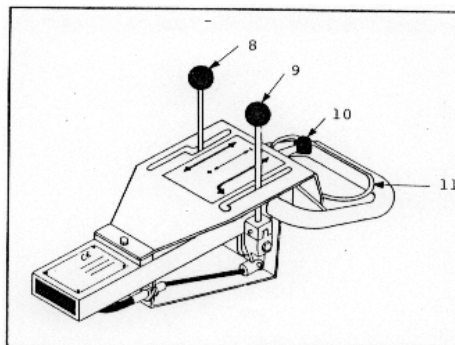

Fig. 3
PALANCA MARCHA ADELANTE / ATRAS (8) FIG. 3
PALANCA DE VIBRACION (9) FIG. 3
PALANCA DEL ACELERADOR (10) FIG. 3
PALANCA DE SEGURIDAD (11) FIG. 3
- Colocar la palanca de vibración (Fig. 3, nº 9) en la posición de bloqueo.
- Colocar la palanca del acelerador (Fig. 3, nº 10) al máximo y *esperar un lapso de tiempo para que el motor se caliente*. Colocar la palanca de marcha (Fig. 3, nº 8) en la posición deseada.
- El rodillo se pone en movimiento apretando al mismo tiempo la palanca de seguridad (Fig. 3, nº 11) hacia abajo y la palanca de marcha (Fig. 3, nº 8). El mecanismo incorporado de enganche, traba la palanca de marcha, con lo que ésta ya puede soltarse.
- Para cambiar al sentido opuesto, hay que soltar la palanca de seguridad (Fig.3, nº 11), poner la palanca de marcha (Fig. 3, nº 8) en la posición deseada y repetir la operación.
- En el momento de soltar la palanca de seguridad (Fig. 3, nº 11), la de marcha (Fig. 3, nº 8), se coloca inmediatamente en posición neutra de parada (*palanca de hombre muerto*).
Al soltar la palanca de vibración (Fig. 3, nº 9), de uno de los enganches, se acciona el vibrador, con el rodillo en movimiento o parado.
- Poner la palanca del vibrador (Fig. 3, nº 9) en la posición de bloqueo.
- Colocar el mando del acelerador (Fig. 3, nº 10) al mínimo.